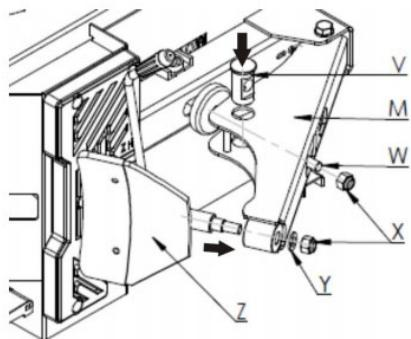

Abb.6-c
- Schritt 3: Installation des Wulstbrecherzylinder-Stifts. Ziehen Sie den Brecherarm M heraus, bis der Stift V in das Loch des Brecherarms eingesetzt werden kann (Hinweis: Stellen Sie sicher, dass die Schlitzseite des Stifts V nach außen zeigt). Lassen Sie den Arm M zurückkehren, nachdem der Stift V installiert wurde. (Hinweis: Führen Sie die Kolbenstange W durch das Loch des Stifts V.) Befestigen Sie die Verbindungsmautter X, wenn der Arm M zurückgelegt ist. Siehe Abb.6-c.
- Schritt 4: Schaufelinstallation. Wie in Abb.6-c dargestellt, installieren Sie die Schaufel Z von innen nach außen in das Loch des Arms M, installieren Sie die Unterlegscheibe Y und befestigen Sie die Verbindungsenschraube X.